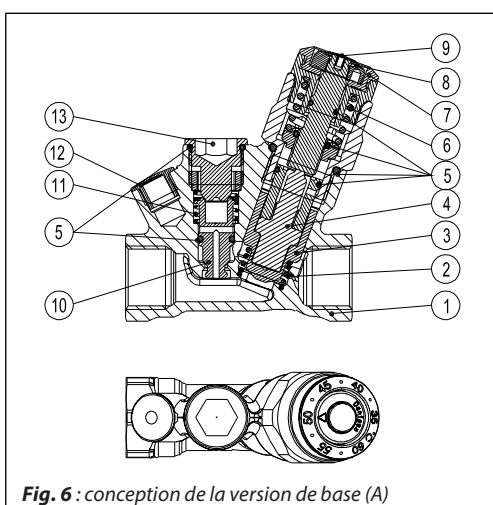
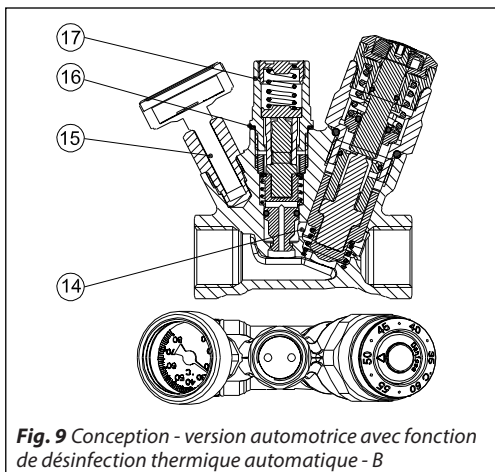
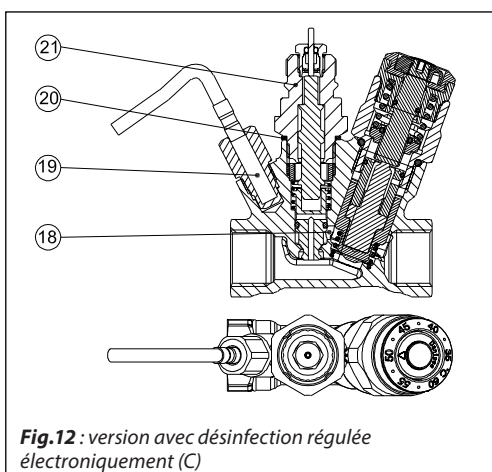

Fig. 6 : conception de la version de base (A)
Fig. 9 Conception - version automotrice avec fonction de désinfection thermique automatique - B
Fig.12 : version avec désinfection régulée électroniquement (C)
La MTCV est une vanne thermostatique automotrice proportionnelle. Une cartouche thermostatique (fig. 6 élém. 4) est placée dans le cône de la vanne (fig. 6, élém. 3) afin de réagir aux variations de la température.
Un ressort de sécurité (fig. 6, élém. 6) protège la cartouche d'éventuels dommages dans le cas où la température de l'eau dépasse la valeur de consigne.
Après avoir retiré le bouchon du module de désinfection (fig. 6, élém. 13) (opération pouvant être réalisée en cours de fonctionnement, sous pression), le module de désinfection thermostatique peut être monté (fig. 9, élém. 17).
- 1-13 Même description que la fig. 6
Après avoir retiré le bouchon de désinfection (fig. 6, élém. 13), l'adaptateur (fig. 12, élém. 21) et la tête électrothermique TWA peuvent être montés. Une sonde de température Pt 1000 doit être montée dans la tête du thermomètre (fig. 12, élém. 19).